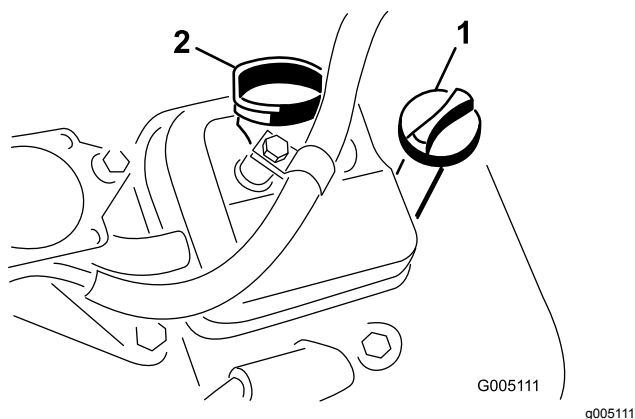

Figura 27
3. Aparafuse a vareta no tubo e certifique-se de que se encontra completamente introduzida (Figura 27).